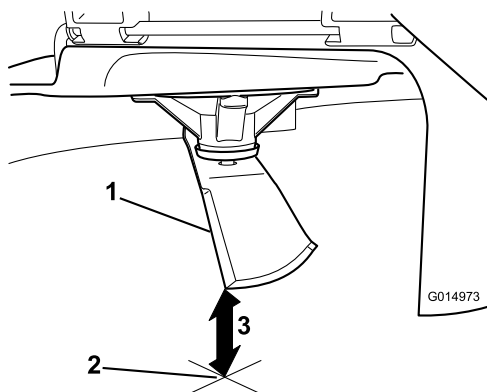

**Figura 72**
3. Mida desde la punta de la cuchilla hasta la superficie plana (Figura 72).